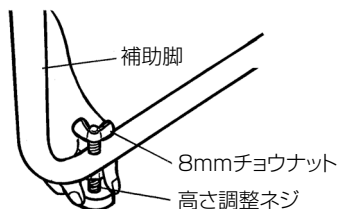

図 19
- (5) 図19のように補助脚についている高さ調節ネジ(2個)をまわして、本体のテーブル面と延長テーブル面が同一面になるように、また補助脚がぐらつかないように調整します。お手持ちの真っ直な定規(長さ1m程度)を本体のテーブル面と延長テーブル面に当て調整してください。調整後、高さ調節ネジがゆるまないように8mmチョウナット(2個)を十分に締付けます。